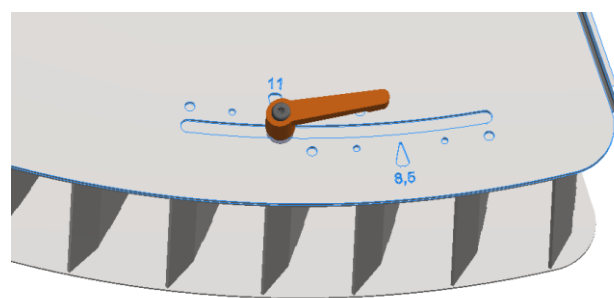

Figura 6.16 – Limitador de bordas lateral **Posição 11**
- Desaperte os manípulos - **B** - e faça deslizar o bloco de alhetas até que o manípulo da direita fique alinhado com a **posição 11** (Figura 6.16),